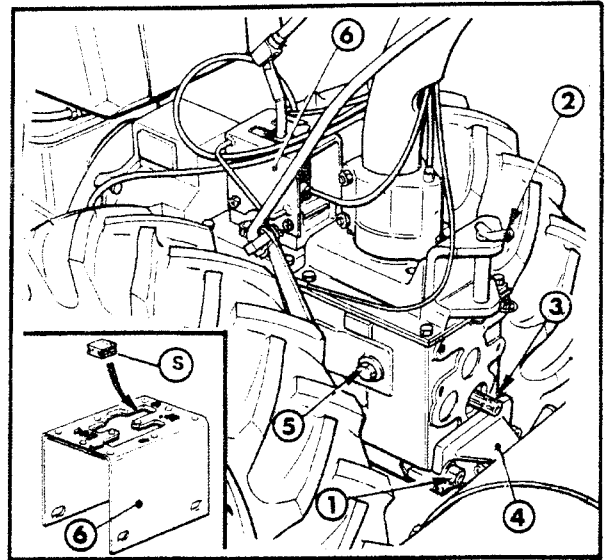

Fig. 7 — Gancio di traino e prese di potenza
1. La presa di potenza è provvista di tiranti a « T » (1, fig. 7) che consentono il collegamento rapido di qualunque attrezzatura.
2. Gli attrezzi trainati, compresi quelli pesanti, quali rimorchi, carri botte, ecc., possono essere collegati al gancio di traino (2).
La presa di potenza superiore (3 fig. 7) è sincronizzata con il cambio ed è sempre in rotazione quando le ruote del motocoltivatore sono in movimento. Essa serve per l'applicazione di rimorchi a ruote motrici. Lo scanalato di questa presa di potenza è protetto da un cappello di plastica infilato a pressione.
La presa di forza inferiore (4 fig. 7) è indipendente dal cambio e serve per comandare i diversi attrezzi che si possono applicare al motocoltivatore.
### **2** INSERIMENTO DISPOSITIVO PER L'INVERSIONE DI MARCIA SULLE VELOCITÀ (vedere la fig. 7).